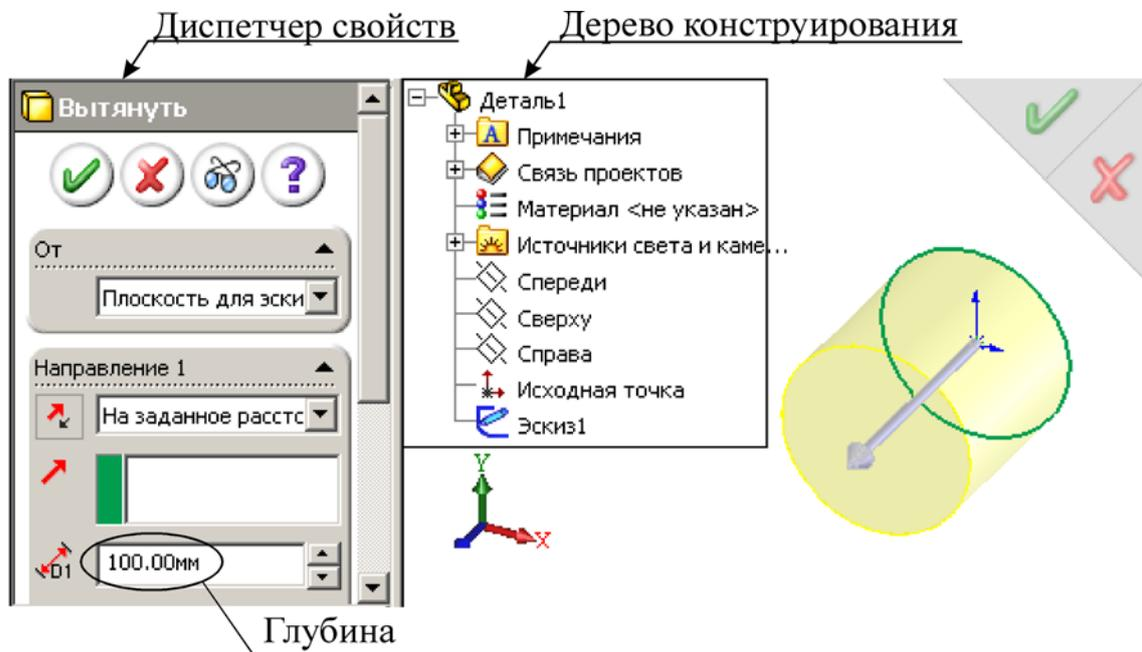

Рис. 1.2. Определение параметров элемента **Вытянуть**
7. Нажать значок **Выход из эскиза** в окне **Угол для выбора**, чтобы завершить эскиз, при этом система автоматически предложит выбор параметров создаваемого элемента **Вытянуть** в окне **Менеджера свойств** (левая часть экрана), а также в графической области будет отображаться предварительный вид создаваемого трехмерного элемента (рис. 1.2).
8. В разделе **Направление 1** окна **Менеджера свойств** установить параметр **Глубина** равным 100 мм (рис. 1.2).